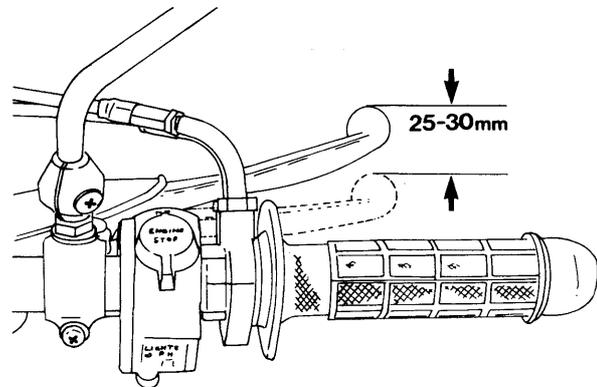

Bild 23
- Das Spiel des Vorderradbremshhebels am Hebelende messen (Bild 23). Es sollte zwischen 25–30 mm liegen.
- Das Kupplungsspiel am Kupplungshebelende messen, ähnlich wie Bild 23. Es sollte zwischen 15–25 mm liegen.